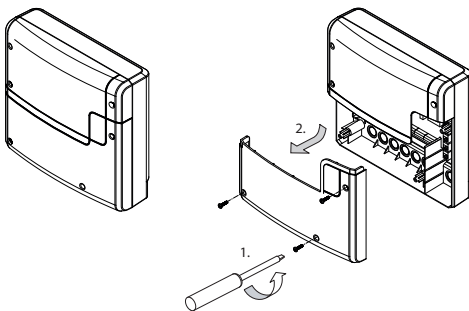

Рис. 2
3. Ввинтите один из шурупов в верхнее среднее отверстие. На этот шуруп будет навешиваться силовой блок. Для этой цели оставьте шуруп выступающим прим. на 3 мм (подробнее на рис. 2).
5. Привинтите нижнюю часть корпуса, по возможности используя оба нижних отверстия, накрепко к стенке кабины (рис. 2)